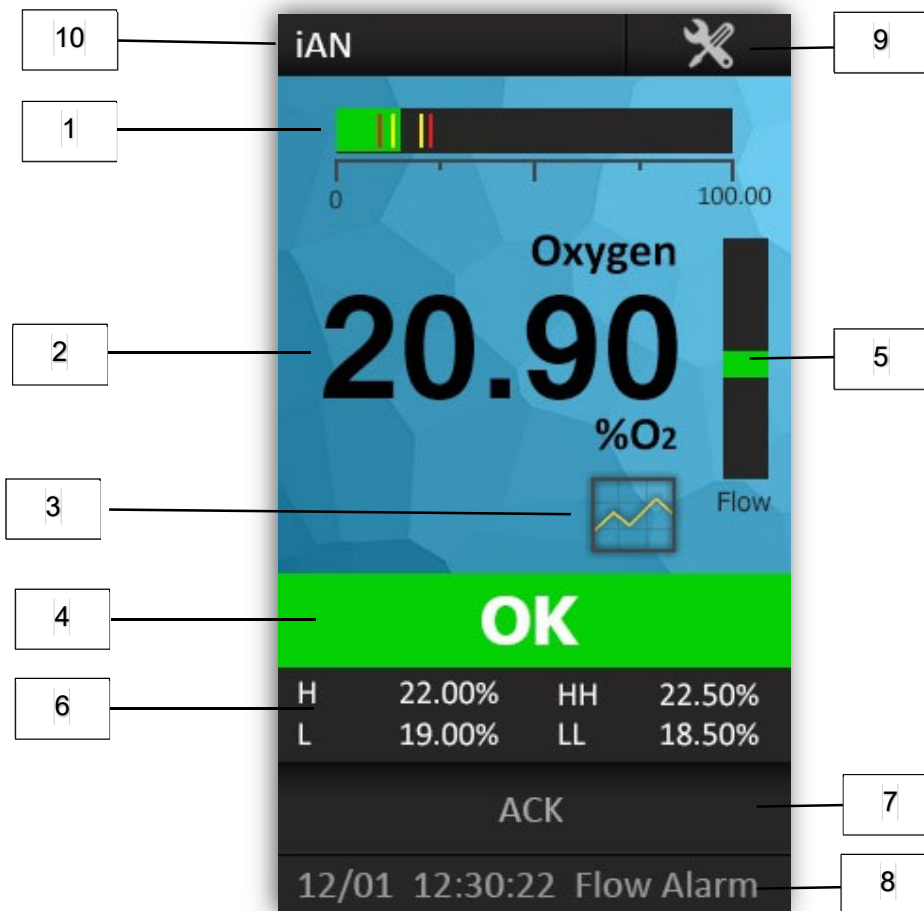
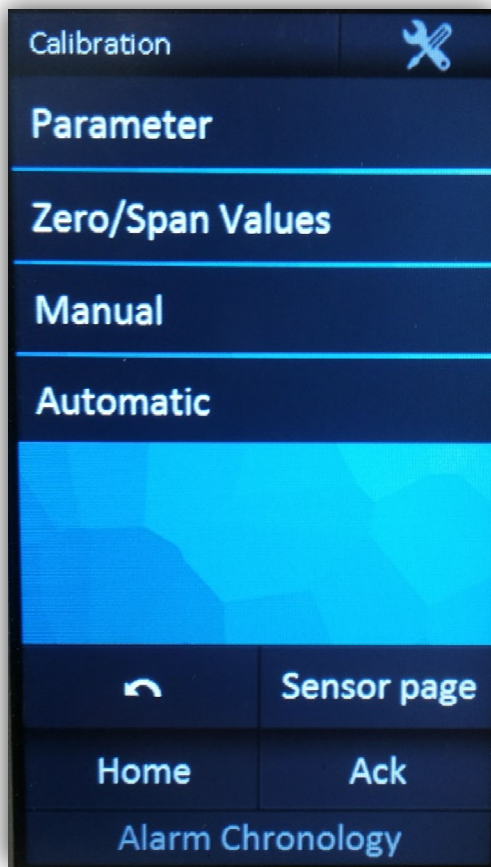

Figura 22 : Main Page
Figura 29 : Pagina Calibration
Questa pagina, oltre che dalla *Set-Up Page*, è accessibile dalla *Main page* (cliccando sul valore della concentrazione del gas, Figura 22), dalla *Calibration Page* (Figura 29) e dalla *Trending Page* (Paragrafo 10.3.4). Essa mostra tutti i seguenti parametri (con le rispettive unità di misura) ricevuti dai sensori emotti.
- Sullo schermo appare il messaggio di avviso di ricalibrazione, dovuto alla scadenza. Nella *Calibration page* (vedere *Parameter* nella Figura 29), è possibile modificare la scadenza della calibrazione.